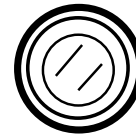

Figure 22. Bouton de démarrage
5. Appuyez ensuite sur le bouton de démarrage pour lancer le moteur (Figure 22) Pour le démarrage manuel, consultez l'étape 11.